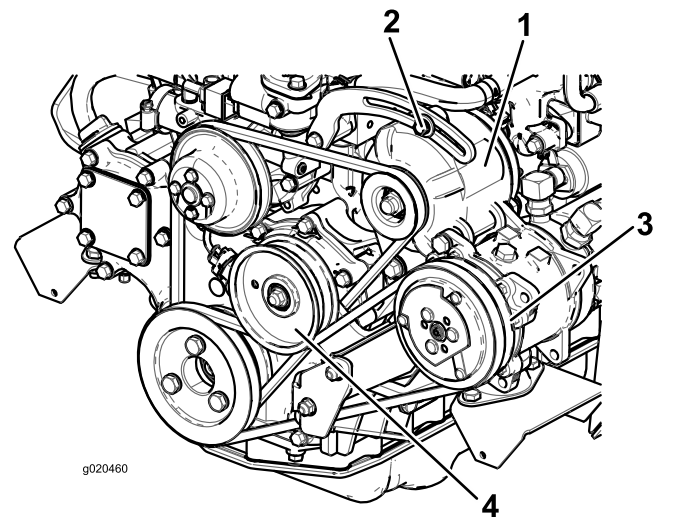

Figura 96
Verifique o estado e a tensão da correia (Figura 96) após cada 100 horas de funcionamento.
2. Se a deslocação obtida não for igual a 10 mm, deve desapertar os parafusos de montagem do alternador (Figura 96). Aumente ou diminua a tensão da correia do alternador e aperte os parafusos. Verifique uma vez mais a deslocação da correia para se certificar de que a tensão está correta.
- Se o desvio obtido não for igual 10 mm, deverá libertar o parafuso de montagem da polia intermédia (Figura 96). Aumente ou diminua a tensão da correia do compressor e aperte o parafuso. Verifique uma vez mais a deslocação da correia para se certificar de que a tensão está correta.